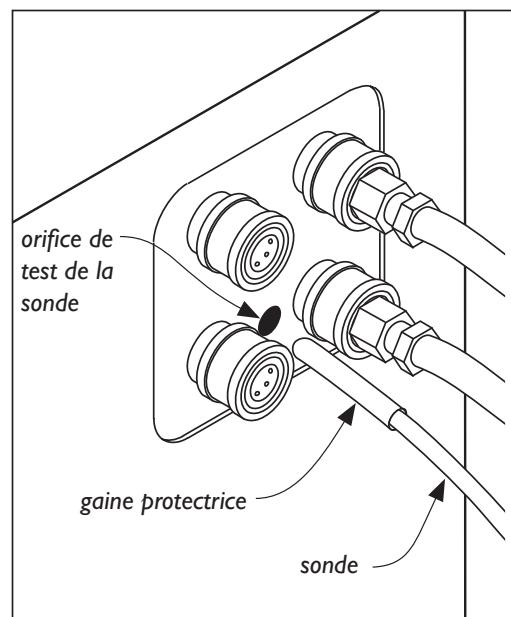

Figure 7—Orifice de test de la sonde
1. Introduire une sonde dans la gaine protectrice, puis dans l'*ORIFICE DE TEST DE LA SONDE* situé à l'avant de la base de la machine (fig. 7).